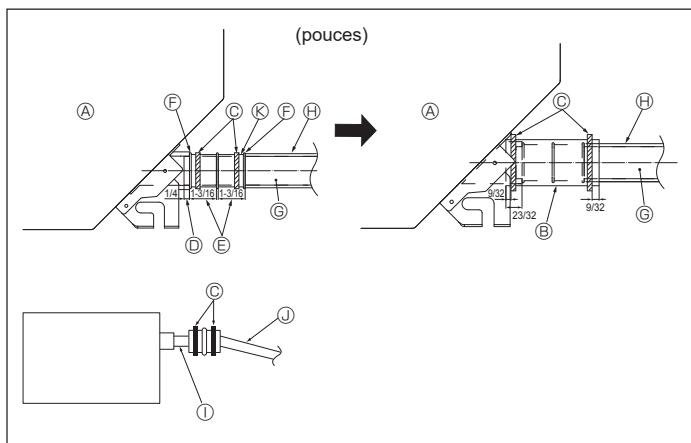

Fig. 3-2
- Raccorder la prise d'écoulement (fourni avec l'appareil) au port de drainage. (Fig. 3-2)